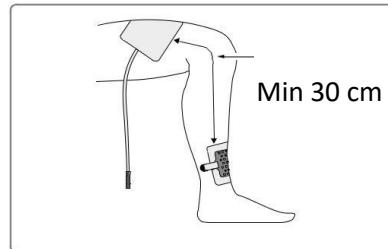

Figure 16. Appliquez les électrodes pansement et de dispersion WoundEL® à distance de 30 cm min.
1. Appliquez les électrodes pansement et de dispersion WoundEL® à distance de 30 cm minimum et selon les instructions d'utilisation, voir la figure 16.